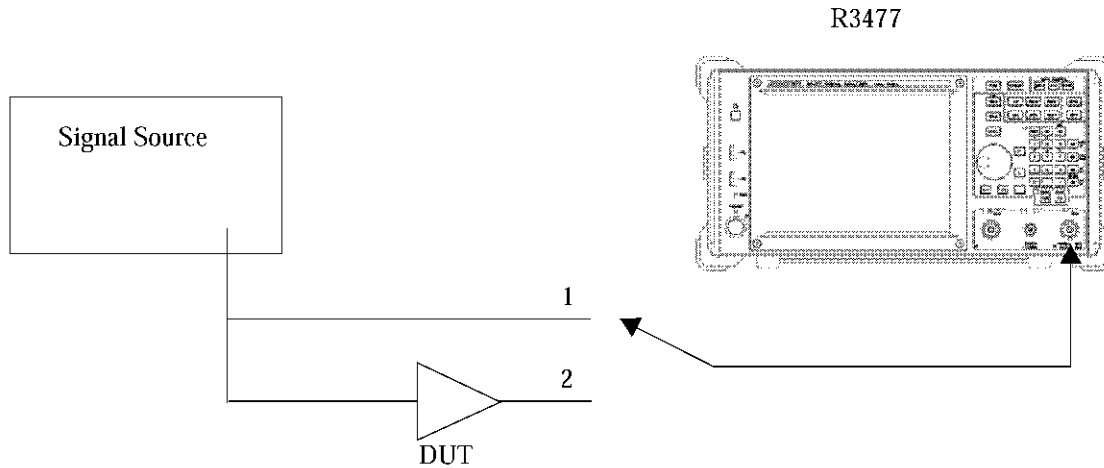

図 4-7 イコライザを使った変調解析の接続図
1. 図 4-7 で信号経路を 1 に設定し、4.1 章で示した手順によって測定を行います。測定後、Modulation メニューが表示されていない場合は、**Return** キーをタッチして Modulation メニューまで戻ります。
2. **Meas Control**、**Meas Parameters**、**Mod Analysis(1)** とタッチします。**[Mod Analysis(1) Setup]** ダイアログ・ボックスが表示されます。
6. 図 4-7 で信号経路を 2 に切り替え、正面パネルの **SINGLE** キーを押します。測定結果が表示されます。